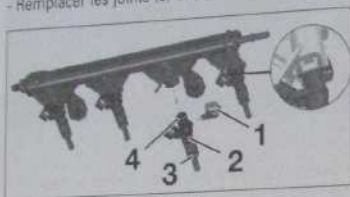

Fig. 64
- Extraire l'agrafe (1) (Fig. 64), puis extraire l'injecteur (2).